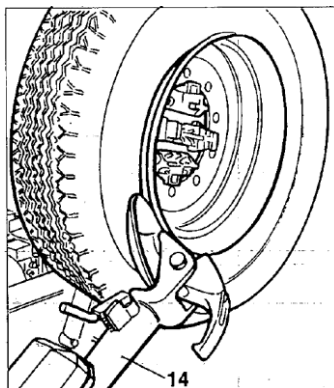

Рис. 18
- 3) Опустите монтажную лапу (14, рис. 18) в рабочее положение и зафиксируйте ее.
- 4) Перемещением пульта управления добейтесь того, чтобы диск отрыва борта располагался напротив внешней закраины обода колеса (рис. 18).